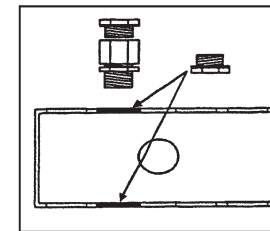

Fig. 1 :
- 3 Praticare fori di ingresso dei cavi nella cassetta di plastica e in quella di metallo aprendo i fori incompleti (vedere fig. 1).